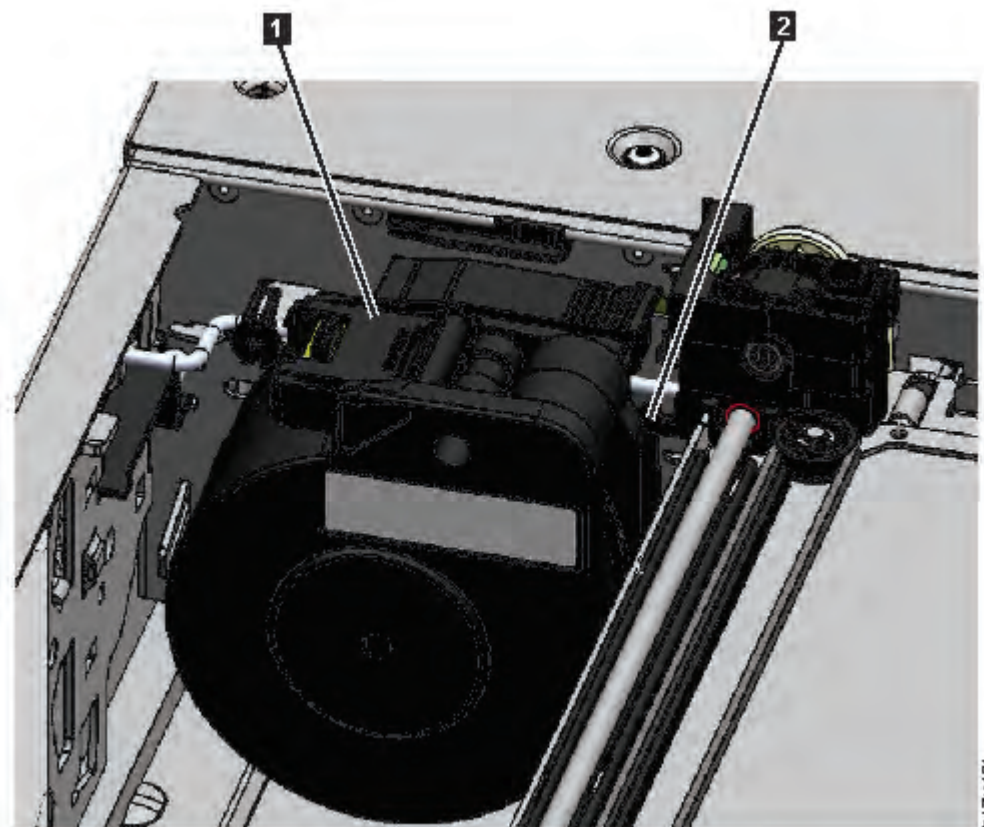

Figura 84. Cavo di spooling in posizione di parco
Nota: Notare che l'estremità del cavo di spooling ruota nell'accessor. È importante sapere quando si collega il nuovo cavo di spooling all'accessor. Vedere 2 in Figura 84 a pagina 179.
9. Posizionare il connettore di spooling (1 in Figura 84 a pagina 179) alla posizione del parco.